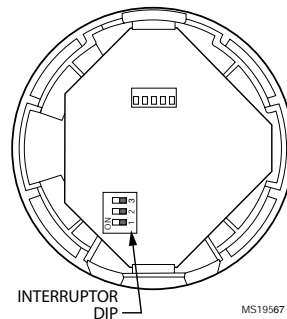

Figura 4. Interruptor DIP.
- ❑ Para ajustar la razón del ciclo de calor o la indicación de grados Fahrenheit/Celsius, encuentre el interruptor DIP 1, 2 y 3 en la parte trasera del termostato. Vea la Figura 4.